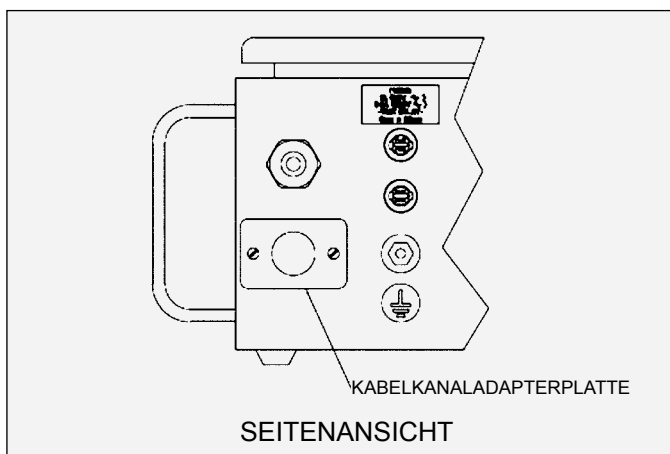

Abbildung 11: Installation der Kabelkanaladapterplatte
3. Installieren Sie die Adapterplatte des Kabelkanals (siehe Abschnitt Zubehör) in dem Loch, aus dem Sie die AC-Steckdose entfernt haben (siehe Abbildung 11).